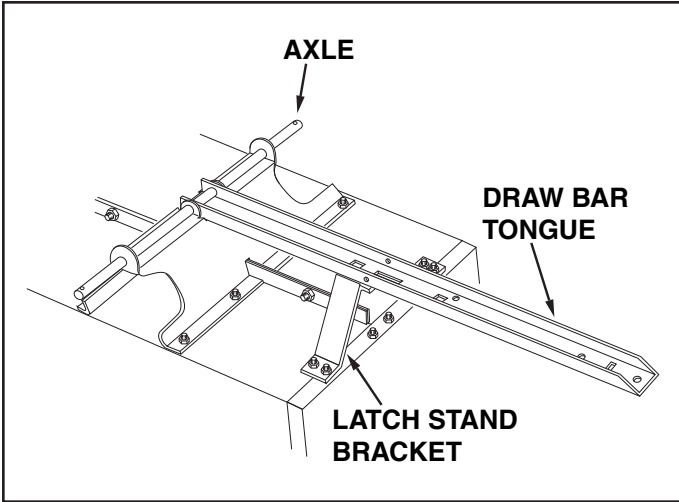

FIGURE 9
13. To prevent accidental tipping during the following assembly procedures, lower the cart to rest upside down on its top flanges, so that the wheel support is facing up. See figure 9.
14. Lay the drawbar tongue (open side facing up) onto the Wheel Support and the Latch Stand Bracket. Assemble the axle through the wheel support and the tongue. See figure 9.
13. Afin d'empêcher un basculement accidentel pendant les procédures d'assemblage suivantes, renversez la remorque et faites la reposer sur la partie supérieure des panneaux latéraux de telle sorte que le support de roue regarde vers le haut. Voir figure 9.
14. Posez la barre de traction d'attelage (côté ouvert faisant face vers le haut) sur le support de roue et le support de soutien d'attelage. Montez l'essieu en le faisant passer au travers du support de roue et de la barre d'attelage. Voir figure 9.